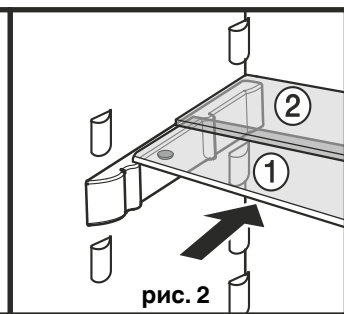

рис. 2
Стеклянные полки ①/② задвиньте внутрь, как показано на рис. 2.
Если Вам необходимо пространство для хранения высоких емкостей, просто задвиньте аккуратно **переднюю** стеклянную полку под заднюю, как это показано на рис. 2.